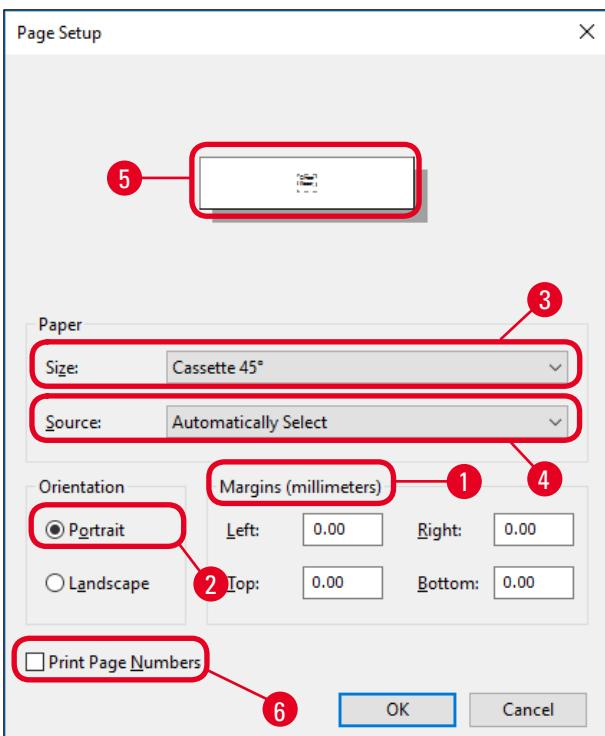

図 45
3. まず、ページ設定を選択します。File > Page Setup をクリックすると、Page Setup ダイアログボックスが開きます(→ "図 45")。